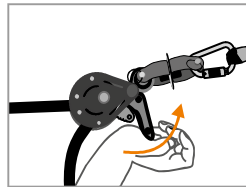

Fig 5
For å demontere forankringslinen, må du dra i spaken på kammen (4) (Fig. 5). Løsne hele utstyret, og pakk det ned igjen i originalemballasjen.